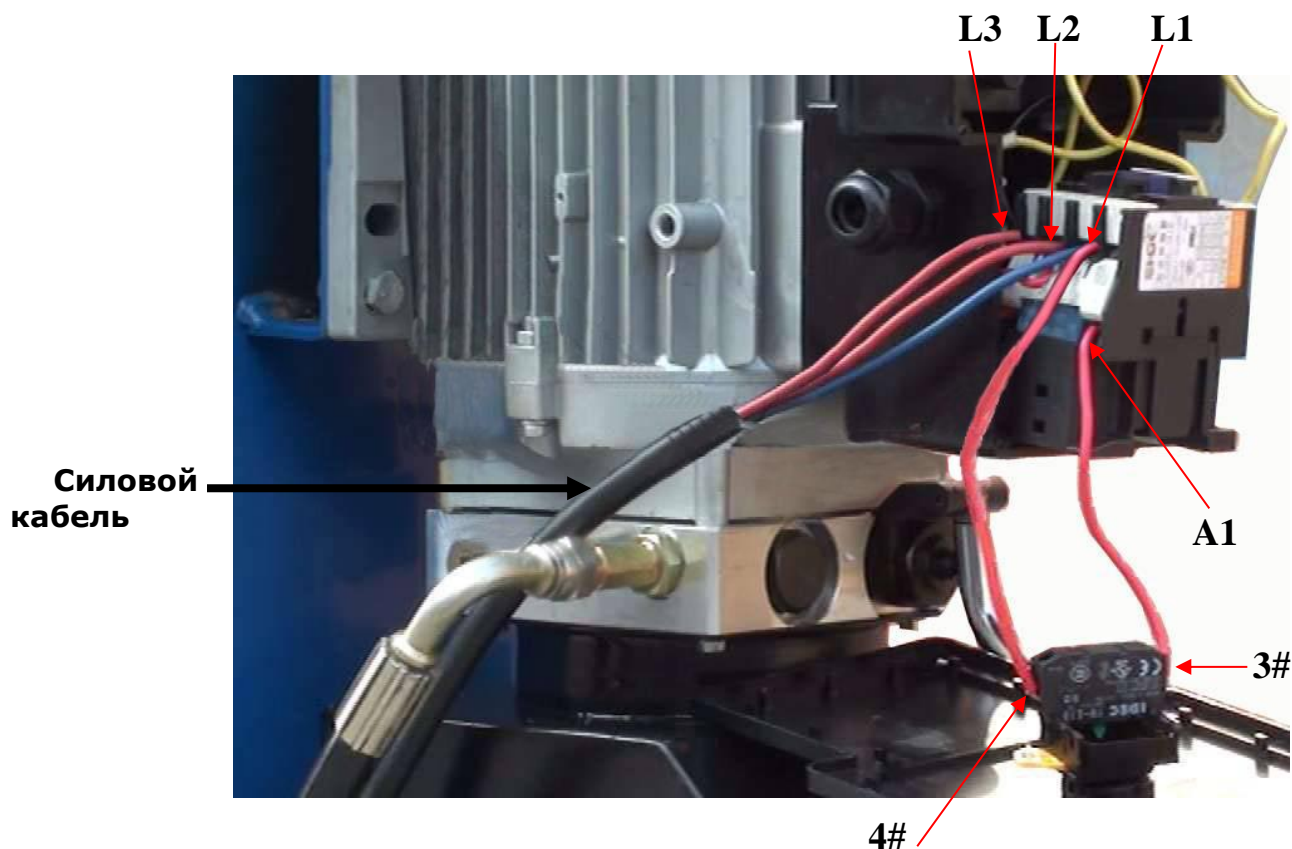

Рис. 33
2. Шаги подключения (см рис. 33)